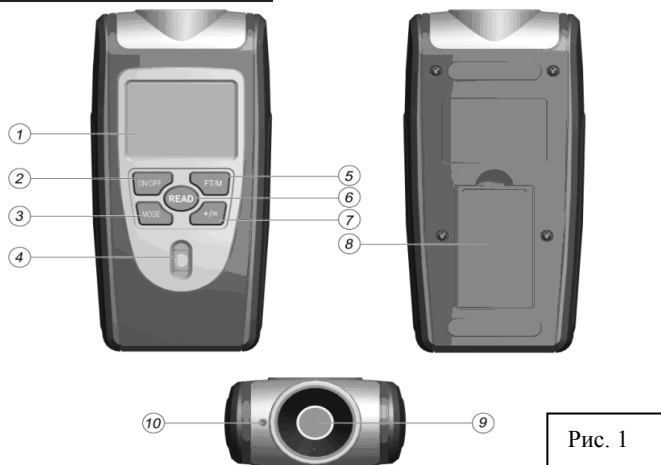

Рис. 1
## ОПИСАНИЕ УСТРОЙСТВА (Рис. 1)
1. Для включения дальномера один раз нажмите кнопку “ON/OFF” (2, рис.1), прозвучит короткий звуковой сигнал и загорится дисплей дальномера.
2. Направьте дальномер на измеряемую поверхность под прямым углом (для удобства в данной модели дальномера имеется встроенный пузырьковый уровень) и нажмите кнопку “READ” (6, рис.1). Лазерный указатель покажет место, куда прибор направлен и с которого будут сниматься показания.
5. По умолчанию, измерения производятся в метрах и сантиметрах. Для перевода в английскую систему измерений нажмите кнопку “FT/M” (5, рис.1).
1. Нажимая кнопку "MODE" (3, рис.1), выберите режим измерения площади, при этом экране высветится значок режима "Площадь" .
5. Повторное нажатие кнопки "READ" (6, рис.1) будет переключать прибор между данными измерений длины "L" и ширины "W".
4. Для сложения измерений нажмите кнопку “+/=” (7, рис.1). Сумма значений появится в нижней части ЖК-дисплея.